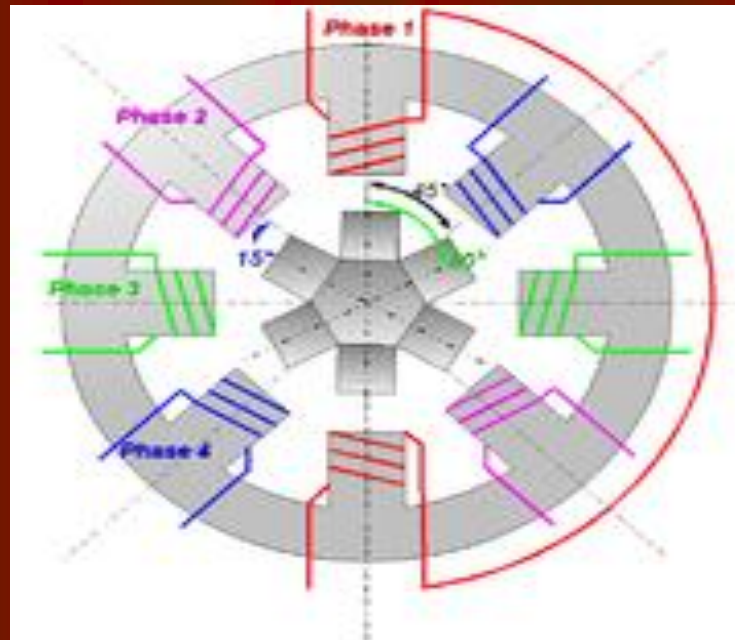

Fig.19
- Le moteur à reluctance variable (Fig.19) a un rotor qui n'est pas aimanté mais en fer doux et comporte un nombre de pôles différent du stator.